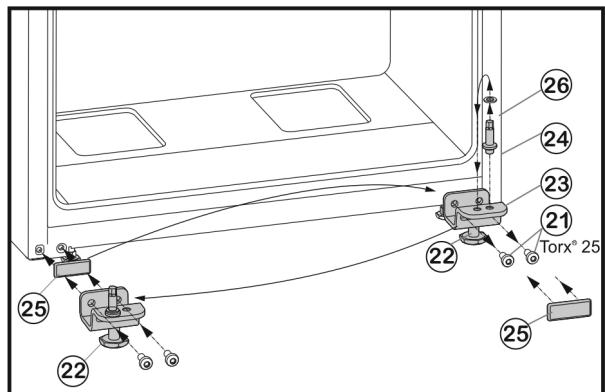

Fig. 8
- Svitare le viti di fissaggio Fig. 8 (21).
► Rimuovere completamente il cuscinetto di supporto inferiore Fig. 8 (23) con il perno del cuscinetto Fig. 8 (24), la rondella Fig. 8 (26) e il piede di regolazione Fig. 8 (22).
► Svitare completamente il perno del cuscinetto Fig. 8 (24) con la rondella Fig. 8 (26) spostarlo nel foro di inserimento situato sul lato opposto del cuscinetto di supporto e riavvitarlo saldamente.
► Estrarre con cautela la piastra di copertura Fig. 8 (25) e riaplicarla sul lato opposto.
► Riavvitare **saldamente** (**con una coppia di 4 Nm**) tutto il cuscinetto di supporto inferiore Fig. 8 (23) con il perno del cuscinetto Fig. 8 (24), la rondella Fig. 8 (26) e il piede di regolazione Fig. 8 (22) sul lato della nuova cerniera, eventualmente con l'ausilio di un avvitatore a batteria.
- ▶ Inserire la porta dall'alto sul perno del cuscinetto Fig. 8 (24).
- ▶ Svitare il piede di regolazione Fig. 8 (22) sul cuscinetto di supporto inferiore Fig. 8 (23) fino a quando non poggia a terra.